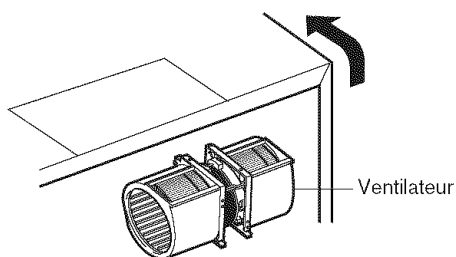

Figure 20
3. Retourner le ventilateur de 90° afin que les évents soient tournés vers l'avant du boîtier. Voir la Figure 20.